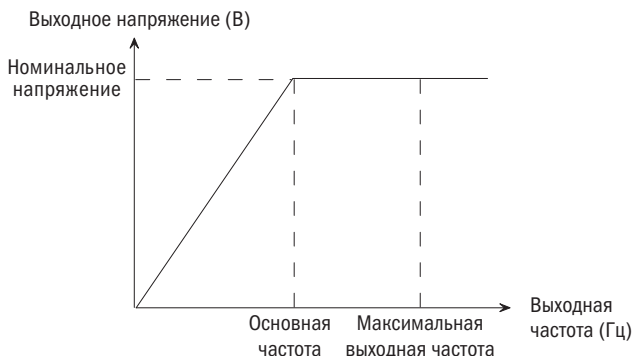

Рисунок 5.1 – Соотношение между выходной частотой и выходным напряжением
- Основная частота  $F_{\text{BASE}}$  представляет собой минимальную выходную частоту, когда выходное напряжение преобразователя частоты равно номинальному напряжению  $U_n$ . Используется в качестве ориентира при управлении частотой. Как правило, номинальная частота двигателя используется в качестве значения параметра основной частоты. В общем случае величина  $F_{\text{BASE}}$  выбирается в соответствии с номинальной частотой двигателя. В особых случаях она может быть установлена в соответствии с эксплуатационными требованиями, но при этом следует соблюдать соответствие V/F-характеристике нагрузки двигателя и заводским параметрам на выходе двигателя, как показано на рис. 5.1.
- Изначальное торможение (возбуждение) с последующим пуском с частоты пуска: преобразователь использует силу торможения постоянным током, чтобы сначала создать нагрузку, а потом произвести пуск, согласно рис. 5.1.